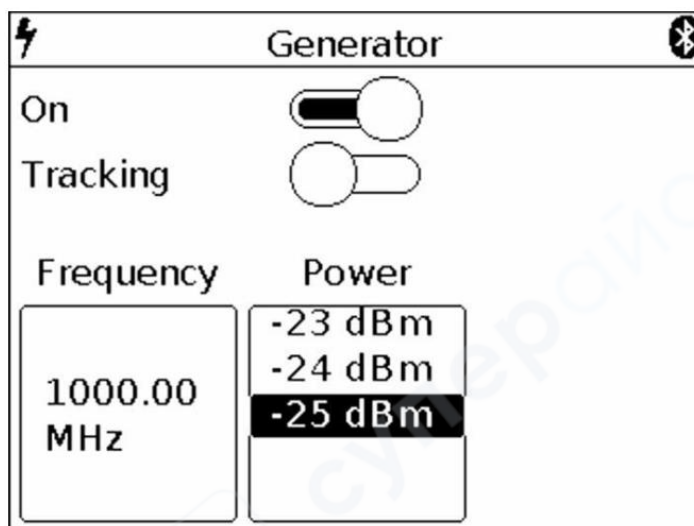

Рисунок 12 – Настройка частоты и выходной мощности генератора
4. В зависимости от оборудования, к которому подводится выходной сигнал генератора, установите значение мощности сигнала в диапазоне от -15 до -25 дБм. Установка параметра производится "прокруткой" значений до фиксированной области выбора (Рисунок 12).
5. Для определения амплитудно-частотной характеристики и измерения коэффициента стоячей волны переместите "ползунок" вправо напротив параметра [Tracking] (Слежение) (Рисунок 12). Появится подменю настройки, как показано на Рисунке 14.